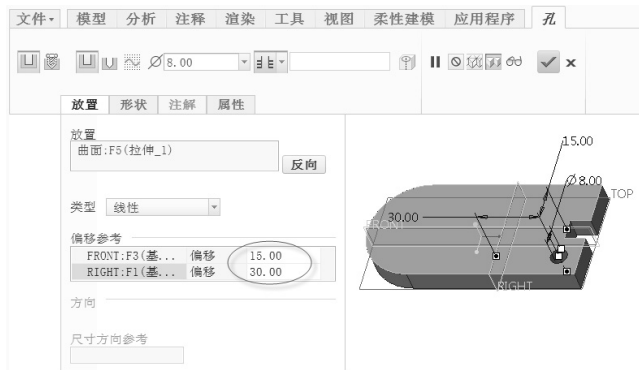

图 6-12 指定偏移参考及修改其偏移距离尺寸
5) 在“放置”面板的“偏移参考”收集器的框中单击, 将其激活。接着, 选择 FRONT 基准平面, 按住 <Ctrl> 键选择 RIGHT 基准平面, 然后在“偏移参考”收集器中修改相应的偏移距离尺寸, 如图 6-12 所示。